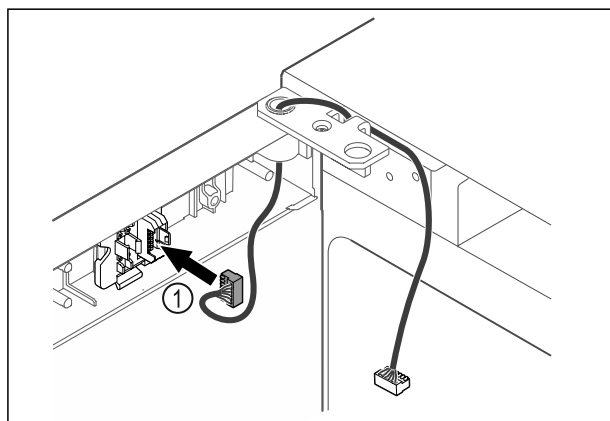

Fig. 49
- Enchufar el conector Fig. 49 (1) en su soporte.